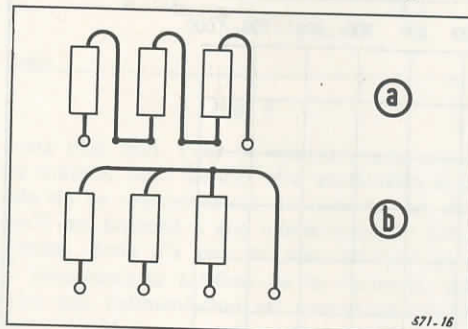

Fig. 16
Indiquons, pour terminer, que si l'on doit monter plusieurs résistances en série pour constituer une résistance ayant la valeur et la puissance requises, on pourra les monter comme le montre la figure 16 (A). En 16 B, montage de plusieurs résistances en parallèle.